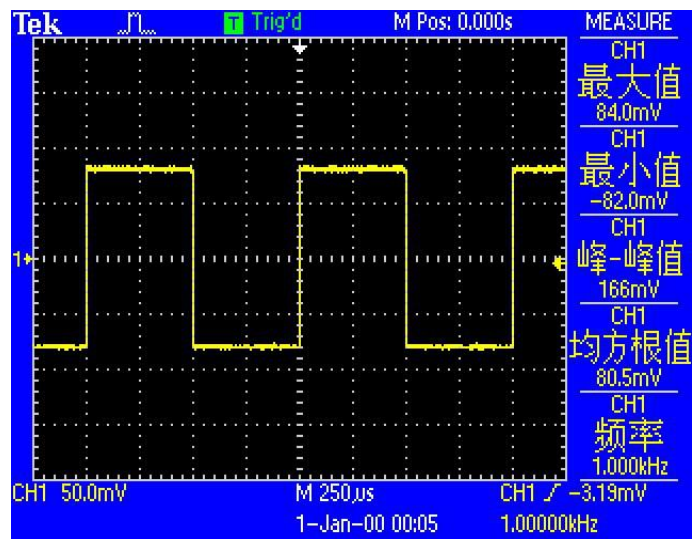

图95. 待测信号参数图
- 打开函数信号发生器电源，将参数设置为“波形：方波”、“幅值：80 mVrms”、“频率：1 kHz”，待测信号参数如图 95 所示：